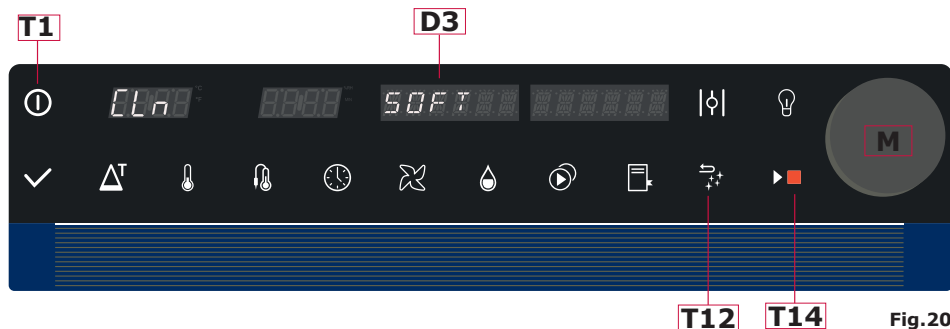

Fig.20
- Allumer le four à l'aide de la touche **T1** (**Fig.20**).
- Appuyer simultanément sur la touche **T12** (**Fig.20**) et le bouton **M**.
- L'écran **D3** (**Fig. 20**) affichera le type de lavage. En tournant le bouton **M** il est possible de choisir entre le lavage **SOFT** (léger), **NORM** (moyen) ou **HARD** (intense) en fonction du type de saleté à l'intérieur de la chambre de cuisson.
- Après avoir choisi le type de lavage approprié, appuyer sur la touche **T14** (**Fig.20**) pour commencer le lavage automatique. **Le lavage fonctionne uniquement avec la porte fermée.**
Durant le lavage, l'écran **D3 (Fig.20)** affichera les phrases suivantes :